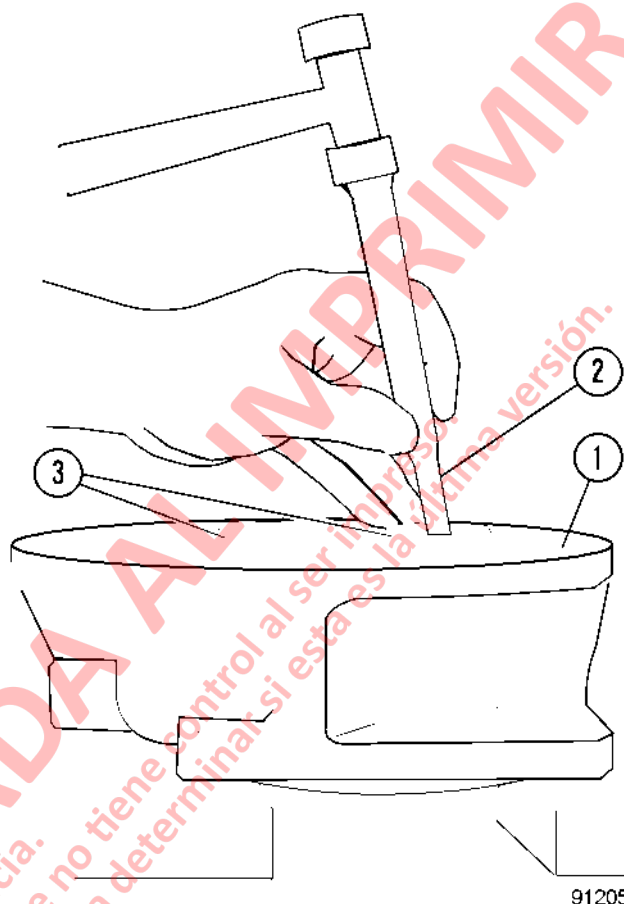

FIGURA 3-8. DESMONTAJE DEL SELLO DEL EJE
15. Use un punzón y un martillo para desmontar el sello del eje exterior de la perforación del flange. (Consulte la Figura 3-8). Tenga cuidado de no marcar, rayar o dañar la superficie de la perforación del sello o los rodillos.